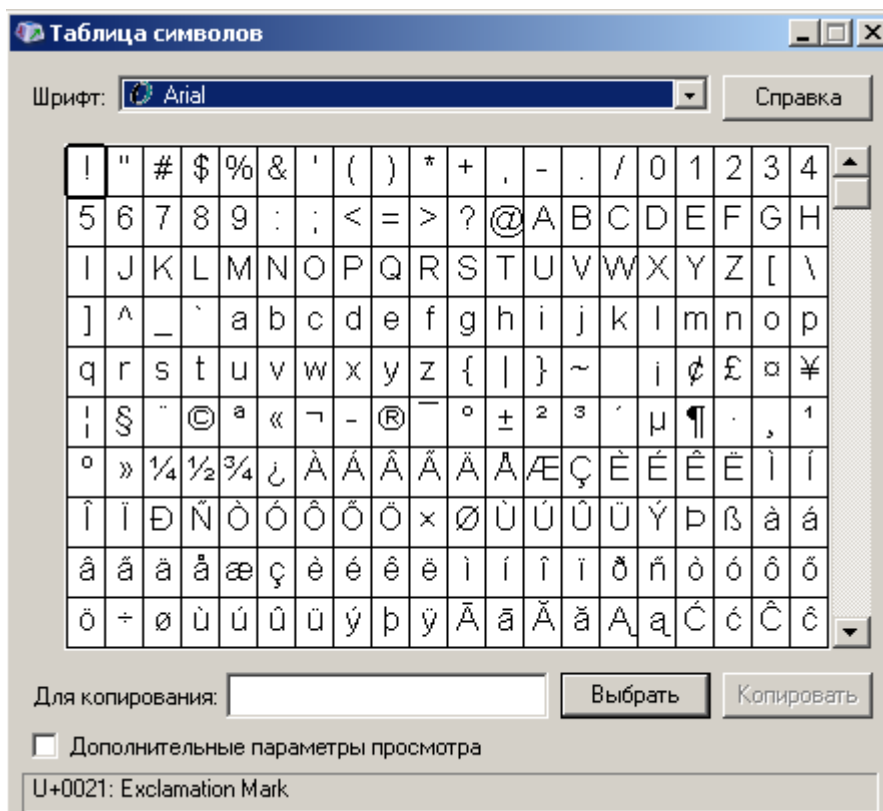

Рис. 4. Диалоговое окно **Таблица символов**
- **Other** (Другие) — вызывает системное окно Windows (рис. 4) вставки любых символов (для вставки следует выбрать символ, затем нажать кнопку Копировать; после этого можно закрыть окно Таблица символов, а в окне редактора мультитекста вставить символ из буфера обмена Windows).